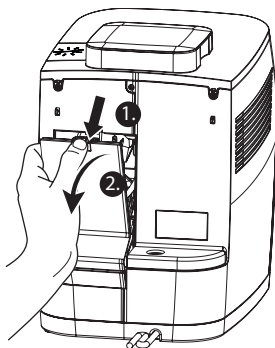

Fig. 14: Retirer le couvercle de l'unité de préparation
3. Retirez le couvercle de l'unité de préparation derrière l'appareil en appuyant sur les languettes avec vos pouces et en la tirant vers vous (Fig. 14).